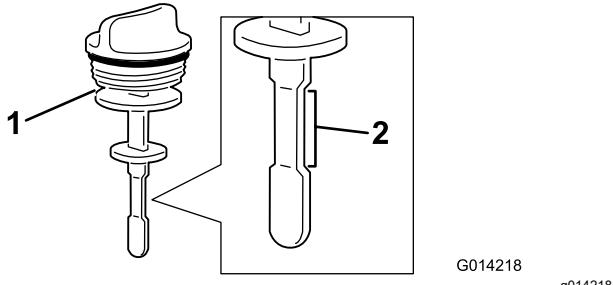

Figure 96
- Ressortez la jauge et vérifiez le niveau de liquide (Figure 96).